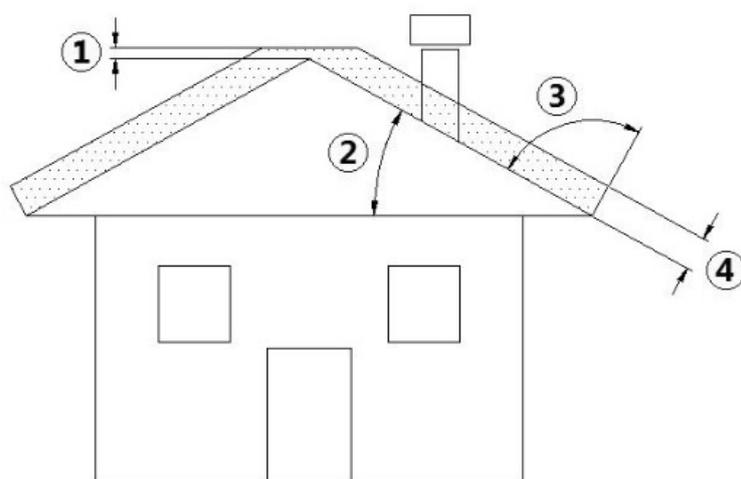

Fig. 3 - Tetto inclinato
LEGENDA	Fig. 3
- La quota di sbocco in atmosfera deve essere al di fuori della zona di reflusso provocata dalla conformazione del tetto o da ostacoli che si trovano in prossimità (vedi Fig. 3).